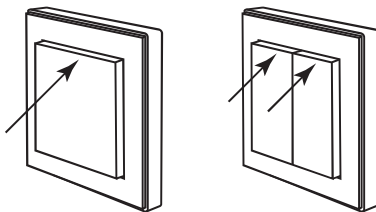

Рисунок 6. Подключение радиовыключателей РВ1, РВ2 к приемнику М1
- Для подключения радиовыключателя РВ1 к приемнику необходимо нажать в этот промежуток времени на кнопку «включение» (верхняя часть клавиши радиовыключателя) (рисунок 6).
- Для подключения РВ2 необходимо нажать на кнопку «включение» того канала, к которому необходимо подключить приемник (рисунок 6).